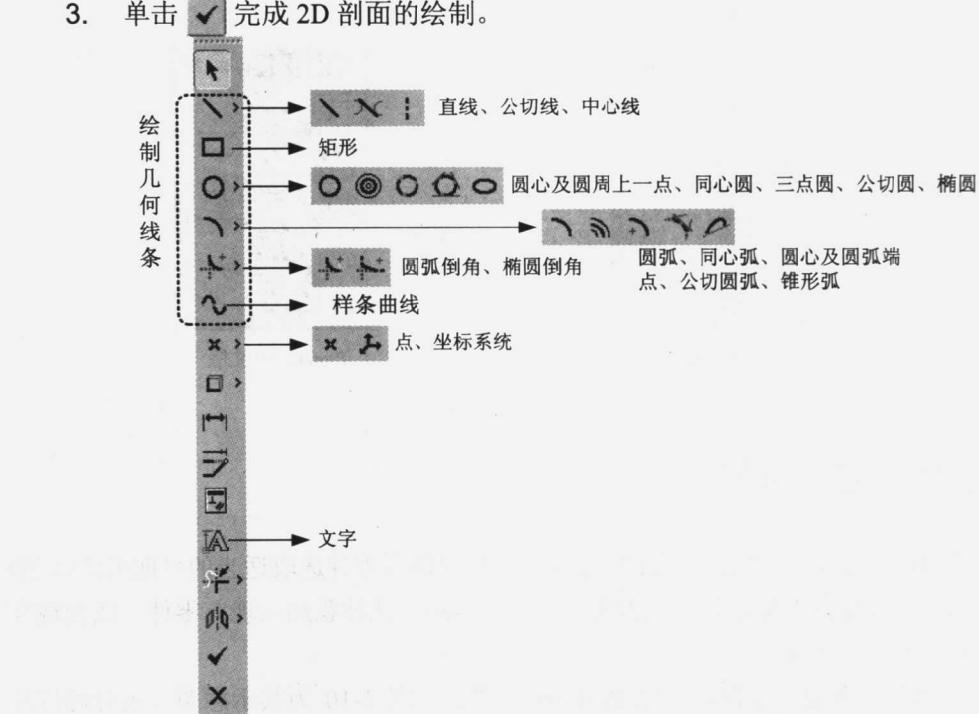
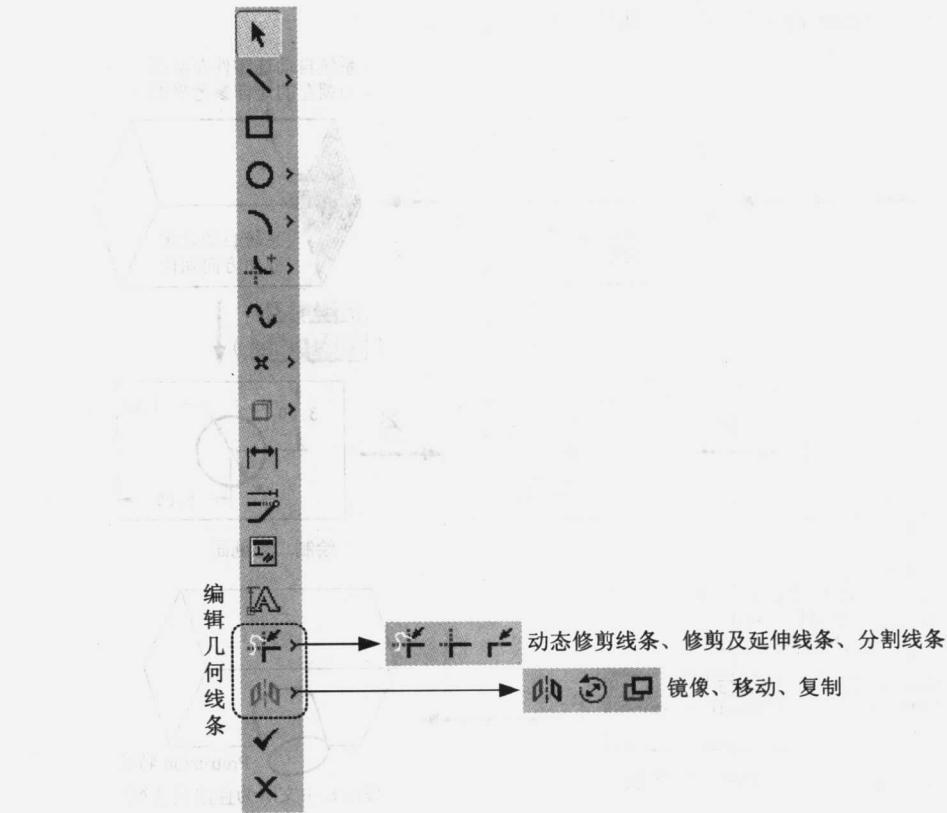

图 1-7
图 1-8
1. 画线条：图 1-7 所示为画各种线条的图标，线条画完时，可单击图 1-8 所示的图标，对线条进行修剪、镜像、移动、复制等工作。